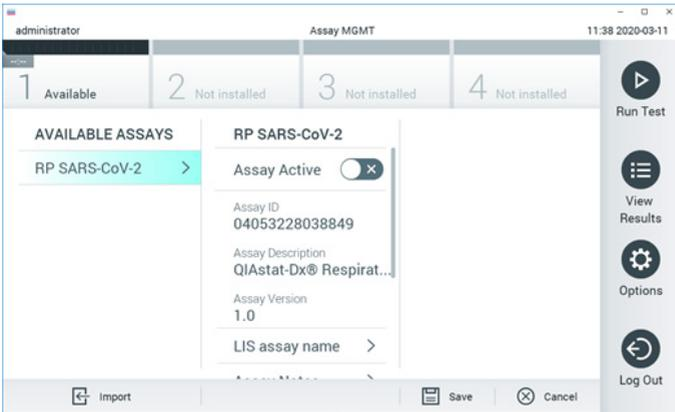

Figura 89. Pantalla Assay Management (Administración de ensayos).
2. Pulse el botón Options (Opciones) y, a continuación, el botón Assay Management (Administración de ensayos). Aparecerá la pantalla Assay Management (Administración de ensayos) en la zona de contenido de la pantalla (figura 89).